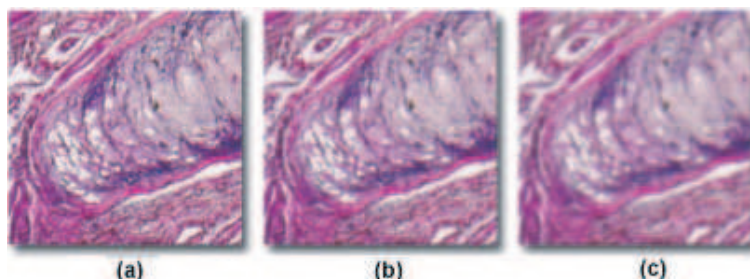

Figure 2:
- 4.a Sur la figure 2 sont représentées des images prises par microscopie électronique d'un morceau d'épiderme.